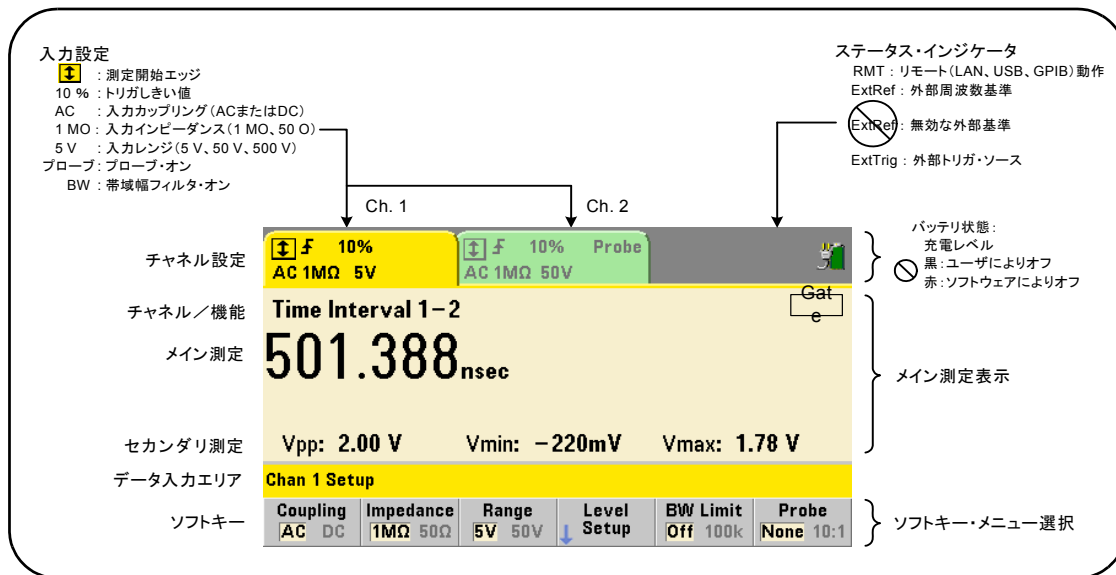

図1-2. 53220A/53230Aのディスプレイ。
53220A/53230Aのディスプレイのレイアウトを図1-2に示します。
**バッテリー使用状況** バッテリーの存在と状態（オン／オフ）は、ディスプレイ右上コーナのバッテリー・アイコンで示されます（図1-2）。リモートからは、次のコマンドを使って、測定器が現在AC電源とバッテリー電源のどちらで動作しているかを問い合わせることができます。